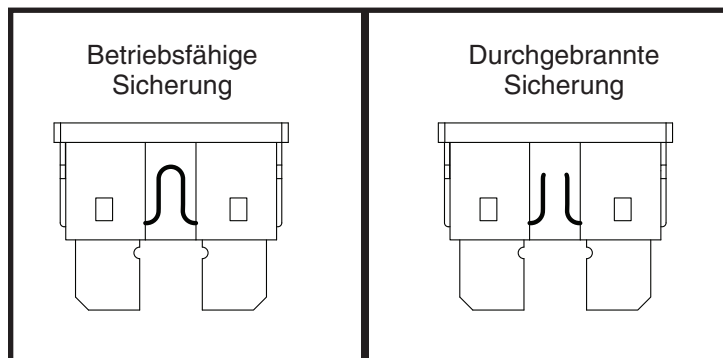

Abb. 27. Wechseln der Sicherung
2. Sicherung auf Durchbrennen überprüfen. Siehe **Abb. 27**.